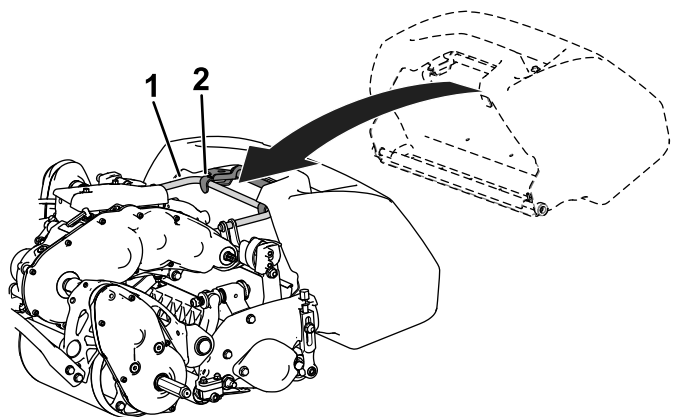

Bild 11
2. Schieben Sie die Fangkorblippe zwischen den Seitenplatten der Schneideinheit und über die Frontrolle ein (Bild 11).
3. Befestigen Sie die Fangkorbhaken über dem Rahmenbügel (Bild 11).